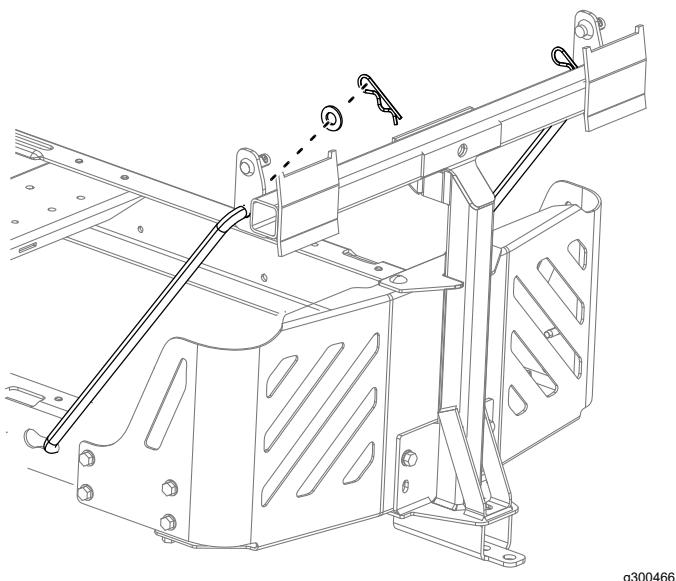

Figure 13
5. Insérez les extrémités coudées des tiges dans le support de fixation d'accessoire, comme montré à la Figure 13, et fixez-les avec une rondelle et une goupille fendue.